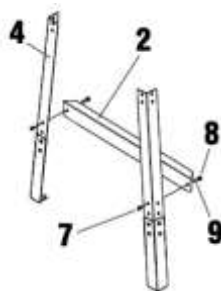

fig. 2
6. Alignez le trou de montage situé sur chaque extrémité d'un renfort long inférieur (n° 2) avec le trou de montage sur les bords intérieurs inférieurs des pattes (fig. 2).
7. Insérez 2 boulons de carrosserie dans les trous de montage alignés, fixez les rondelles à ressort et les écrous, puis serrez-les partiellement (fig. 2).